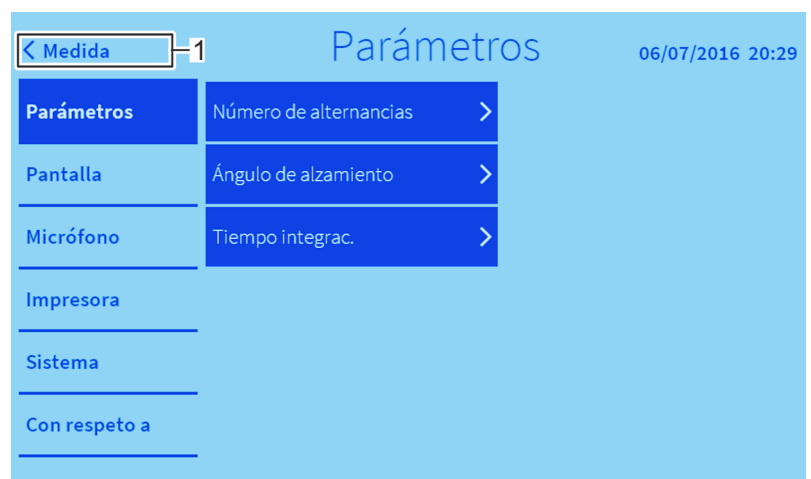

Fig. 29: Abandonar el menú de ajuste
- ➔ Pulsar el botón “Medición” (Fig. 29/1).